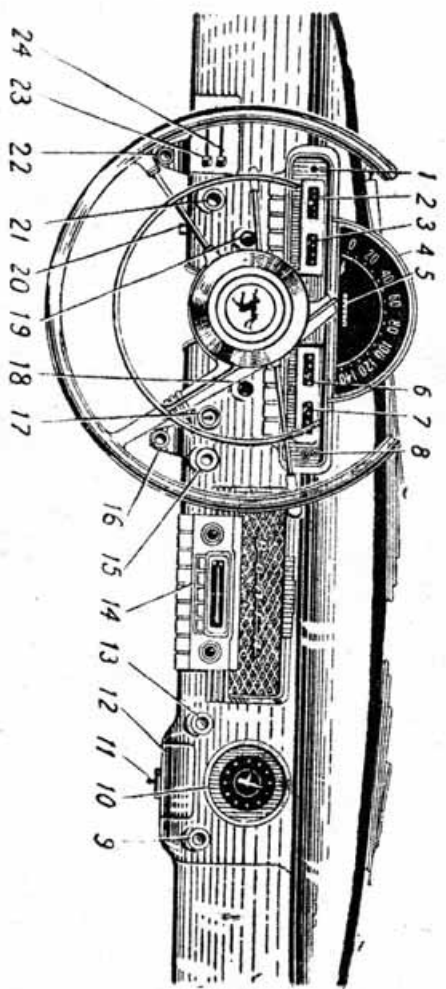

Рис. 3. Панель приборов.
**Рукоятка 24 (рис. 3) воздухопритока и рукоятка 23 заслонки отопителя** расположены в левой части панели приборов.